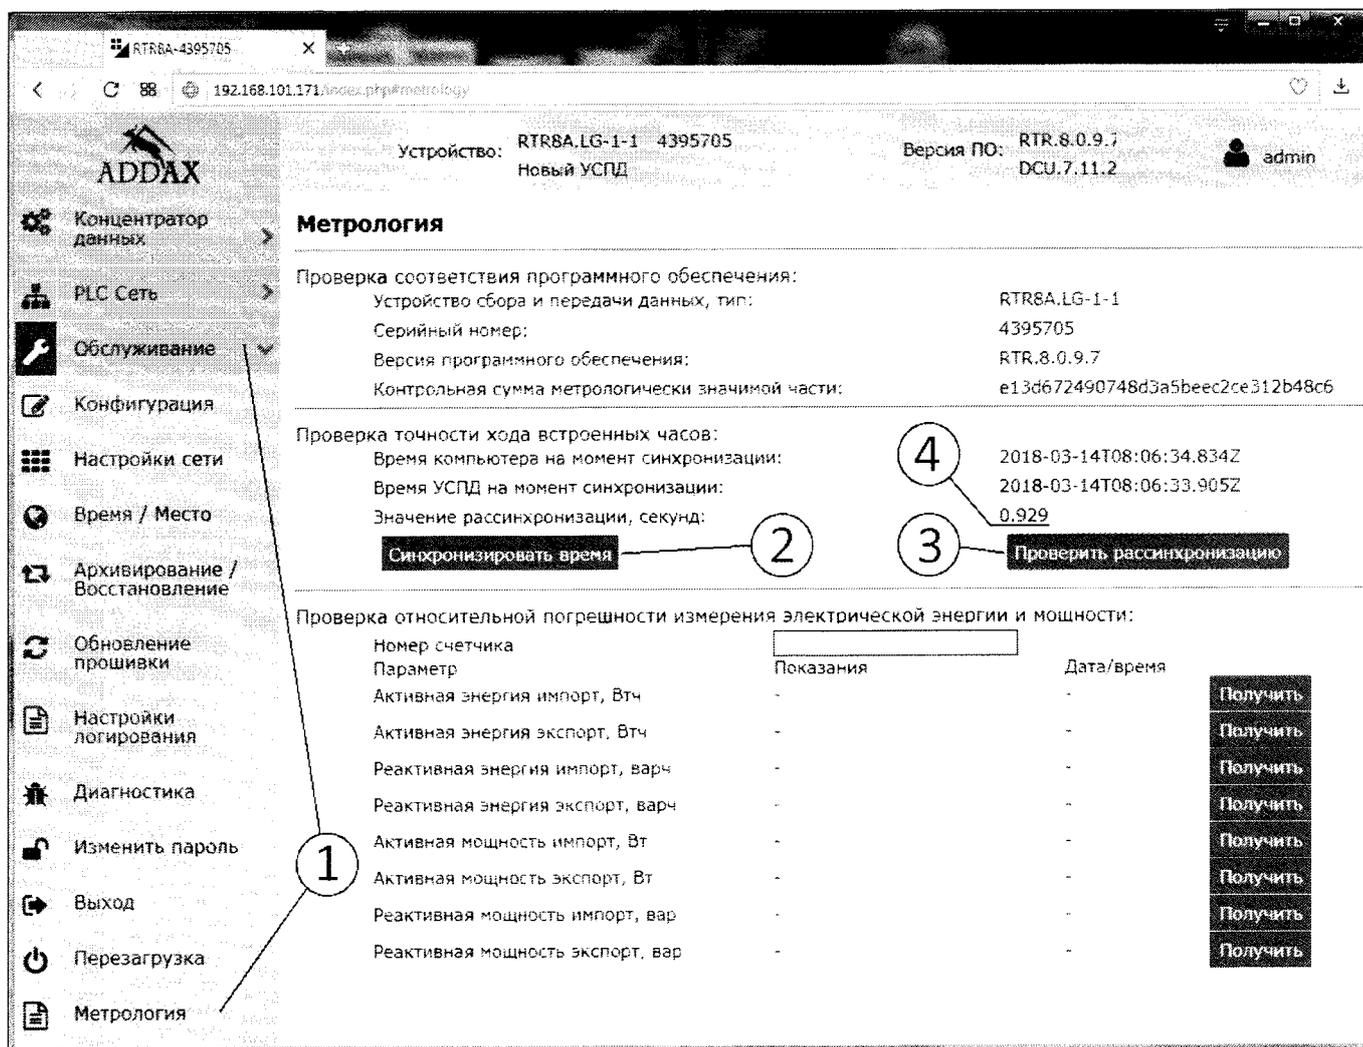

Рисунок 5 - Окно веб-интерфейса УСПД - закладка «Обслуживание» раздел «Метрология»
7.5.4 Открыть закладку «Обслуживание», раздел «Метрология», нажав левой клавишей мыши на соответствующие поля панели навигации веб-интерфейса (рис. 5, поз.1).
7.5.5 В части «Проверка точности хода встроенных часов» окна раздела «Метрология» нажать кнопку «синхронизировать время» (рис. 5, поз. 2), при этом должна быть запущена служба синхронизации используемого ПК с любым доступным сервером точного времени с периодичностью не реже 30 минут. Далее окно веб-интерфейса можно закрыть. УСПД остается включенным под напряжением питания в течении последующих суток.
7.5.4 По истечению 24 часов подключиться к УСПД через веб-интерфейс. Перейти в раздел «Метрология», произвести проверку рассинхронизации, нажав на кнопку «Проверить рассинхронизацию» (рис.5, поз.3).
7.5.5 Убедиться, что время рассинхронизации в строке «Значение рассинхронизации, секунд:» не превышает ± 5 секунд (рис. 5, поз. 4).